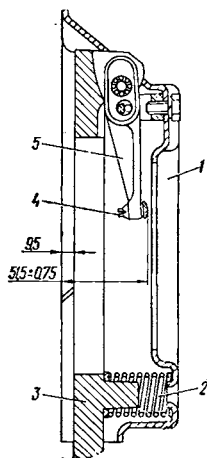

Рис. 54. Положение оттяжных рычагов после регулирования:
2. Осуществляйте регулировку завинчиванием и отвинчиванием регулировочных болтов до получения размера  $51,5 \pm \pm 0,75$  мм — расстояние головок болтов от поверхности плиты (рис. 54). Разница в расстоянии от плиты до головок болтов не должна превышать 0,2 мм.